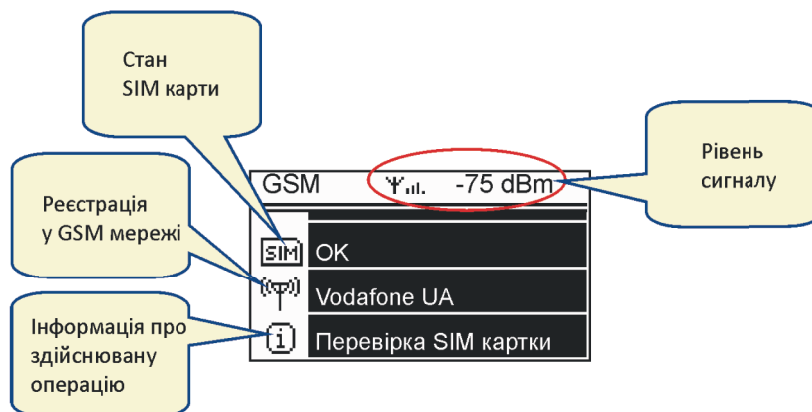

Рис. 5.21 – Індикація стану GSM модему
5.11.2 До комунікаційного порту контролера може бути підключений GSM модем, що підтримує RS-485 інтерфейс. Використання GSM модему дозволяє контролеру приймати SMS-команди та надсилати у відповідь інформацію про контролер у SMS-повідомленні. (п. 5.11.2.1). Якщо в параметрах встановлено підключення GSM модему (P104, табл. 5.8), то на головній сторінці індикації (п. 5.6) з'явиться ще один екран, що відображає стан GSM модему (рис. 5.21).